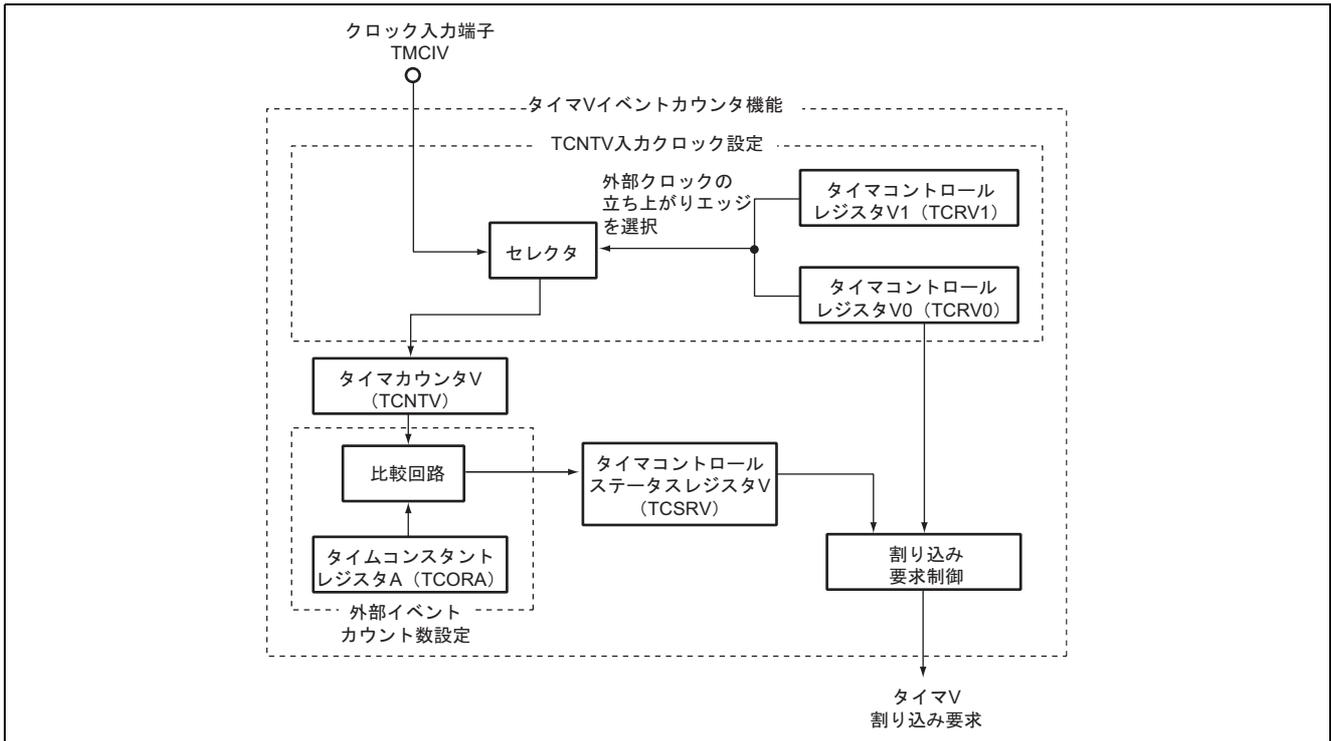

図 2.1 タイマ V のブロック図
1. 本タスク例では、タイマ V8 ビットイベントカウンタ機能を使用して、TMCIV 入力端子に入力したパルスのパルス数の測定を行います。タイマ V8 ビットイベントカウンタ機能のブロック図を図 2.1 に示します。